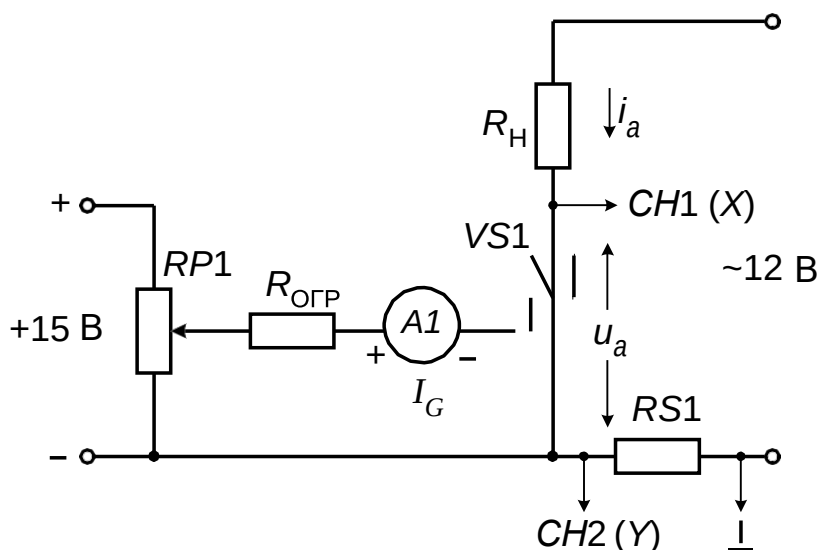

Рис. 4. Схема для исследования тиристора на переменном токе
д) собрать схему для исследования тиристора на переменном токе для получения анодной ВАХ тиристора на экране осциллографа (рис. 4). Для этого переключить тумблер $SA2$ в нижнее положение. Подключить входы осциллографа к соответствующим точкам схемы: вход канала $CH1$ (X) – к гнезду $X4$ (анодное напряжение тиристора u_a), канал $CH2$ (Y) – к гнезду $X13$ (анодный ток i_a), а корпус осциллографа ($\perp$) присоединить к гнезду $X14$. Перевести осциллограф в режим X/Y (кнопка меню «Дисплей», подменю «Формат»). Зарисовать ВАХ тиристора при двух значениях тока управления I_G , определить масштабы по току и напряжению. Выключить питание модуля;
а) используя схему, приведенную на рис. 4, оценить качество регулирования угла управления за счет изменения постоянного тока управления I_G . Для этого подключить вход CH2 осциллографа к гнезду X4, а корпус ($\perp$) – к гнезду X11 (напряжение на тиристоре u_a). Переключатель развертки осциллографа перевести на временную развертку. Установить синхронизацию от сети. Переключить тумблер SA1 в верхнее положение, замкнув индуктивность нагрузки L_H . Включить питание модуля, попробовать регулировать угол управления, изменяя ток управляющего электрода I_G . Определить максимальный угол управления согласно выражению